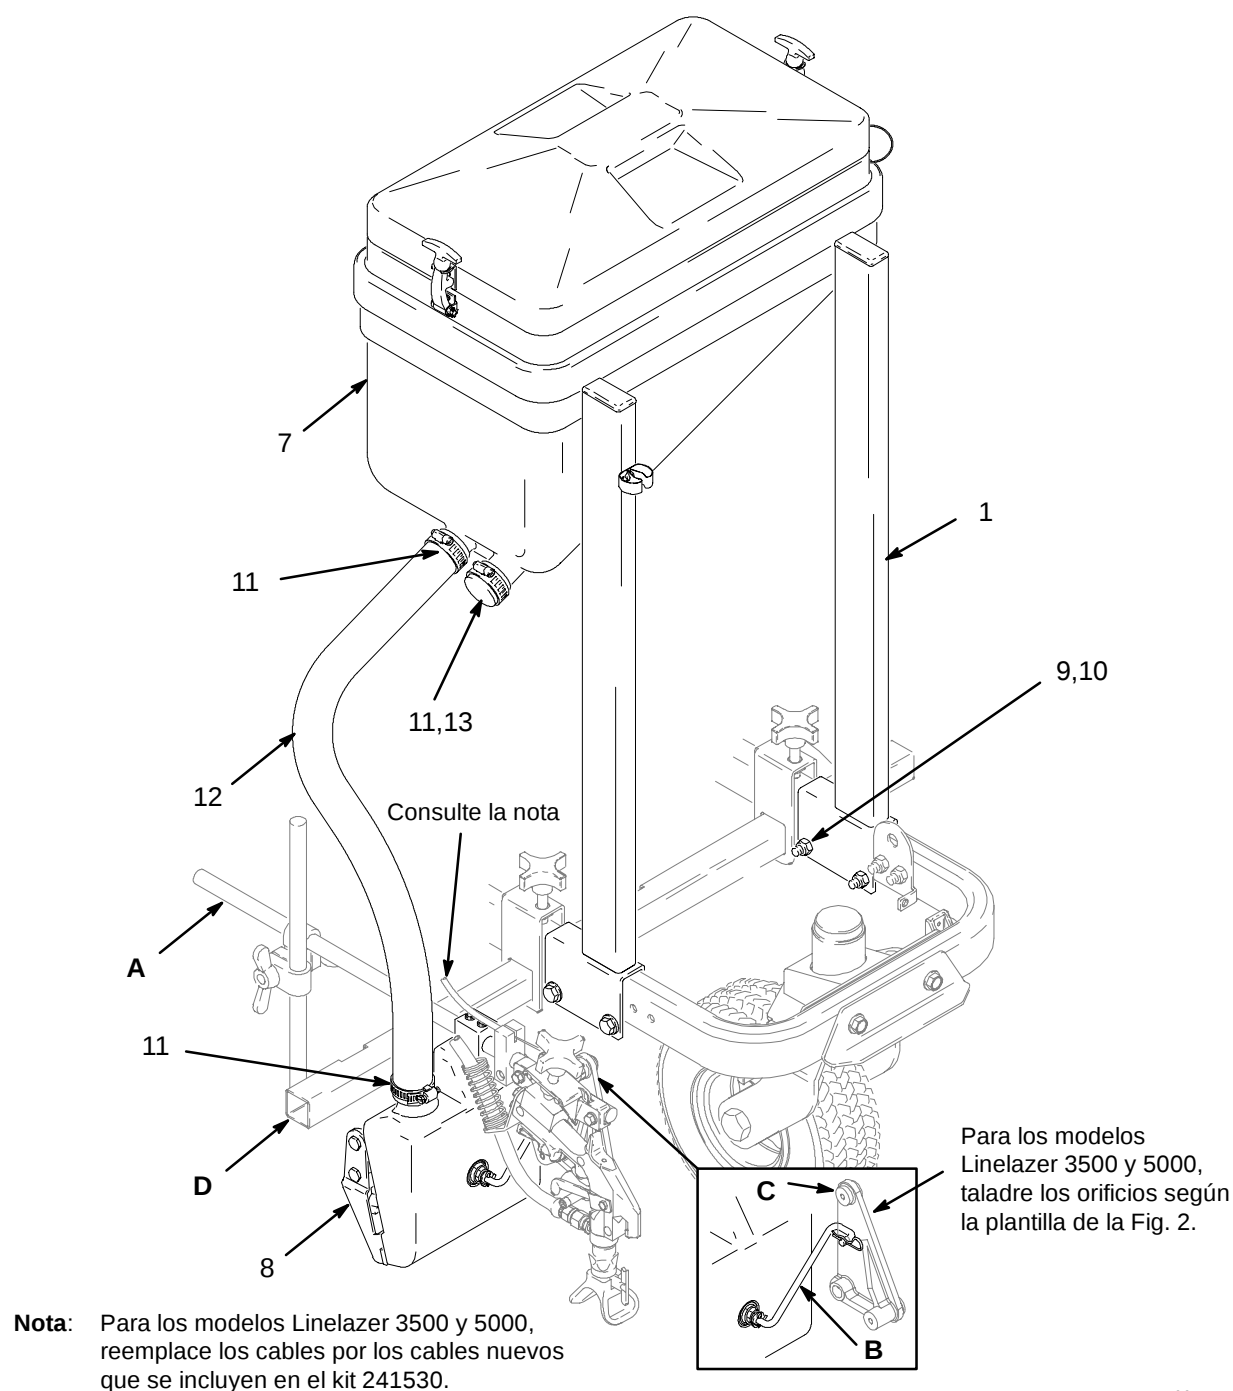

Fig. 1
1. Fig. 1. Sujete el bastidor de la tolva para cuentas (1) al Trazalíneas usando cuatro tornillos de cabeza embreada (9) y cuatro contratuercas (10).
2. Instale la tolva (7) en el lateral de la pistola, encima del bastidor de la tolva.
1. Fig. 1. Elimine todas las cuentas del equipo y guárdelas en una zona limpia y seca.
2. Afloje la abrazadera (11) para desconectar la manguera de cuentas de vidrio (12) de la entrada del dispensador (8).